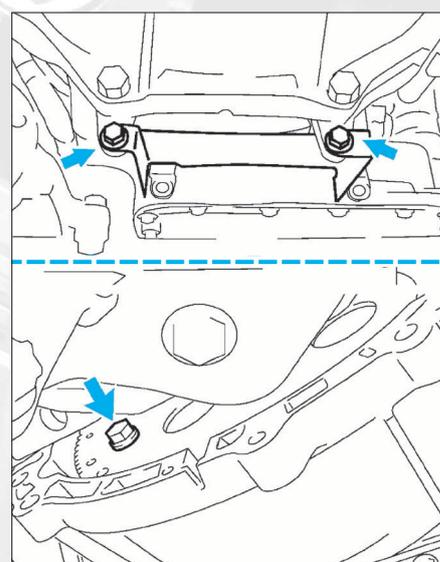

FIG. 8
- Déposer la plaque de protection du carter d'huile, puis déposer les 6 vis de fixation du plateau d'entraînement et de l'embrayage du convertisseur de couple (fig. 8).